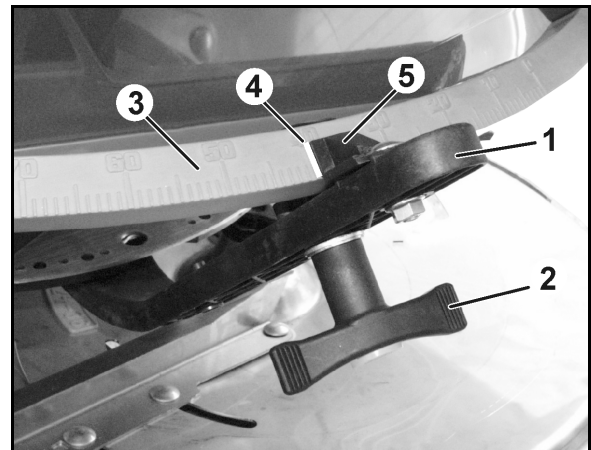

Bild 53
2. Lossa vingmuttern (Bild 53/2).
3. Leta upp erforderlig spjällställning på skalan (Bild 53/3).
4. Ställ in avläsningskanten (Bild 53/4) från reglerspakens visare (Bild 53/5) på skalvärdet.
5. Dra åt vingmuttern (Bild 53/2) ordentligt.